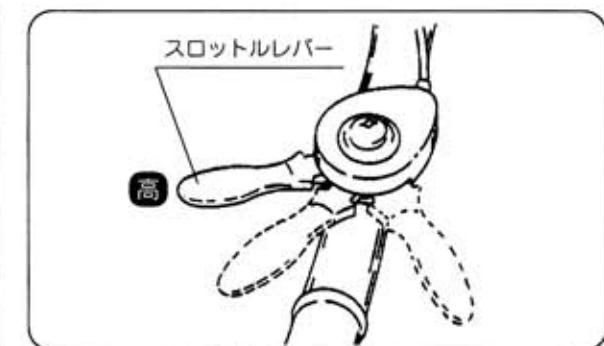

図14
- スロットルレバーをゆっくり〔高速〕位置にします。(図14)